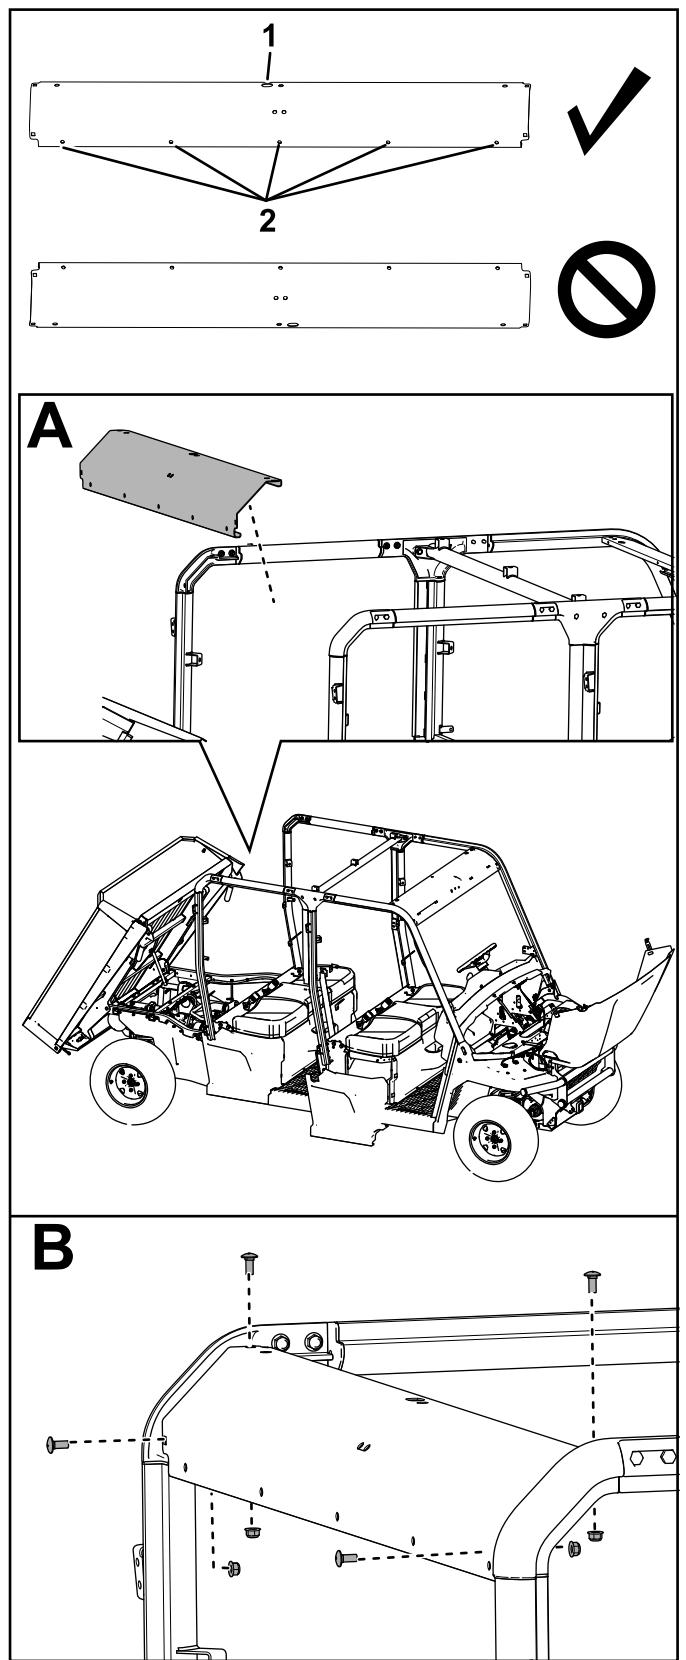

図 44
17. 後 ROPS アセンブリに、後クロスリンクを取り付けるキャリッジボルト $5/16 \times 3/4\text{"}4$ 本とロックナット $5/16\text{"}4$ 個で図 44 のように取り付ける。
クロスリンクは図 44 のように取り付けること。